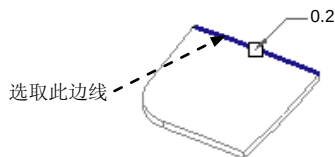

图 6.6.40 创建倒角特征
Step2. 创建图 6.6.40 所示的倒角特征。单击 **模型** 功能选项卡 **工程** 区域中的 **倒角** 按钮。选取图 6.6.40 所示的边线为倒角的边线，在操控板中的倒角尺寸文本框中输入数值 0.2。